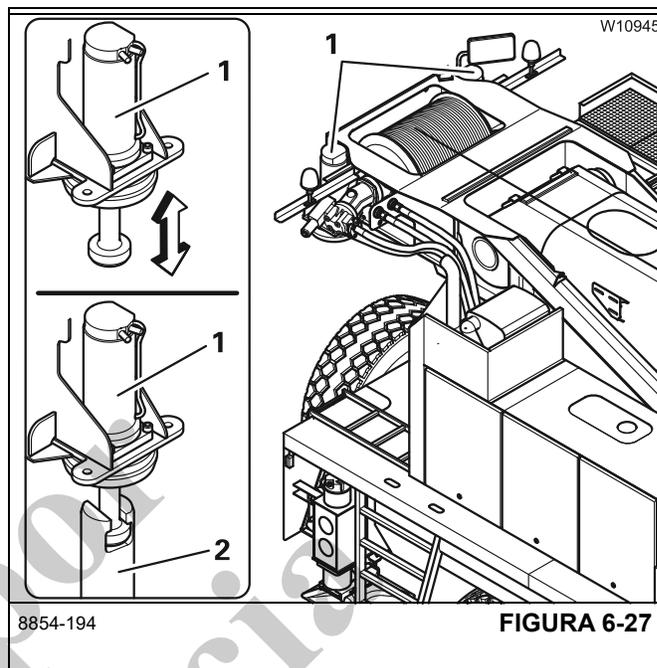

FIGURA 6-27
Los cilindros de elevación (1), (Figura 6-27), se pueden extender y retraer.